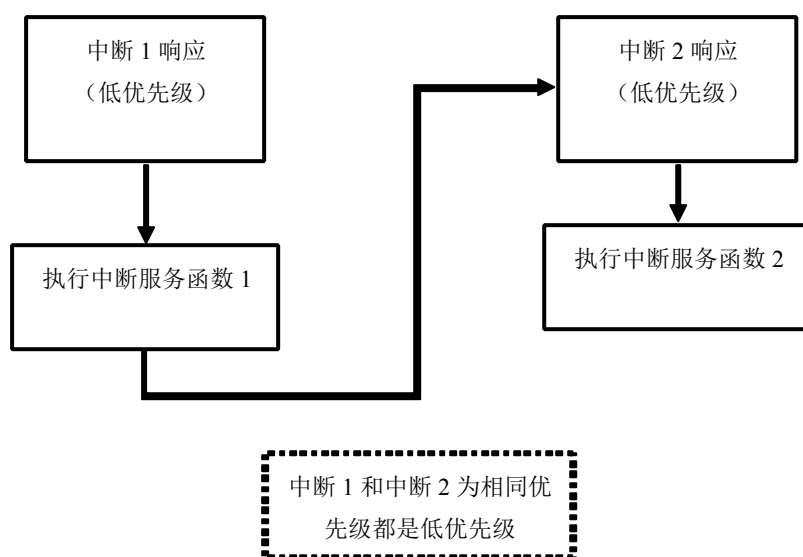
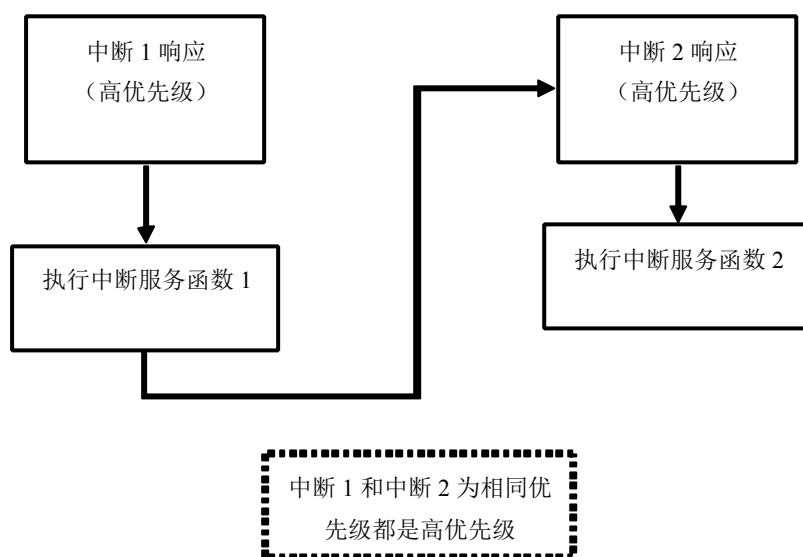
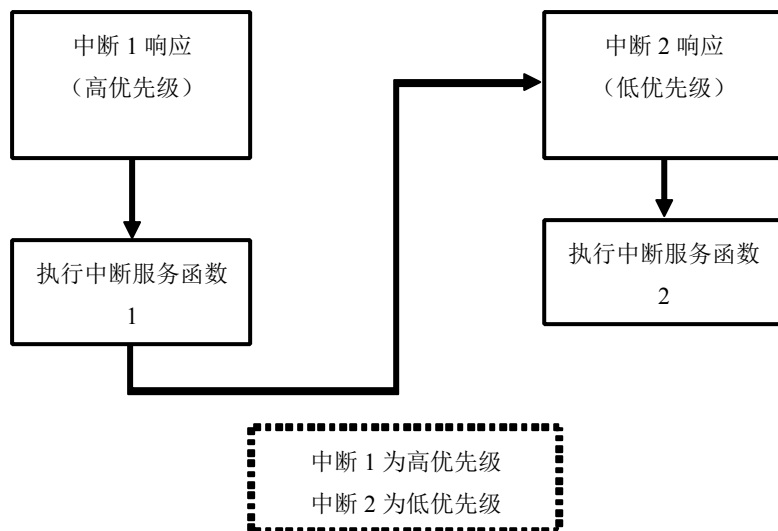

图 6-5-3 低优先级不能被同级打断
图 6-5-4 高优先级不能被同级打断
图 6-5-5 高优先级不能被低优先级打断
(1) 正在进行的中断过程不能被新的同级或低优先级的中断请求后中断, 一直到该中断服务函数结束, 返回了主程序且执行了主程序中的一条指令后, CPU 才响应新的中断请求, 如图 6-5-3、图 6-5-4、图 6-5-5。